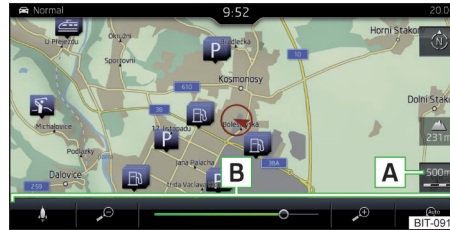
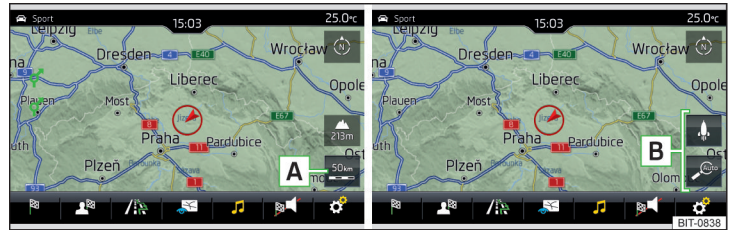

Abb. 233
Abb. 234 Funktionsflächen für die Kartenmaßstabsänderung: Infotainment Amundsens
► Die Funktionsfläche **A** » **Abb. 233** bzw. » **Abb. 234** antippen.
Im Bereich **B** » **Abb. 233** bzw. » **Abb. 234** werden Funktionsflächen für die Kartenmaßstabsänderung eingeblendet.
- Die Funktionsfläche **A** » **Abb. 233** antippen und den Schieberegler verwenden oder die Funktionsfläche  im Bereich **B** » **Abb. 233** antippen (gilt für das Infotainment Columbus).